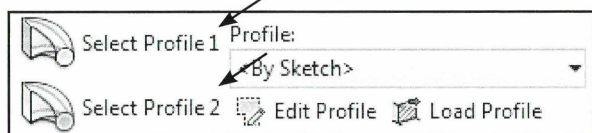

Fig. 04.107. Vælg mellem Profile 1 og 2, henholdsvis i starten og slutningen af stien.
- Vælg derefter hvilket profil du vil starte med, tegnede du nedefra og op, vil profil 1 være nederst. Vælg *Select Profile 1* (Fig. 04.107). Det kan være svært at se hvilket profil der er markeret.
- Vælg *Select Profile 2* (Fig. 04.107, forrige side).